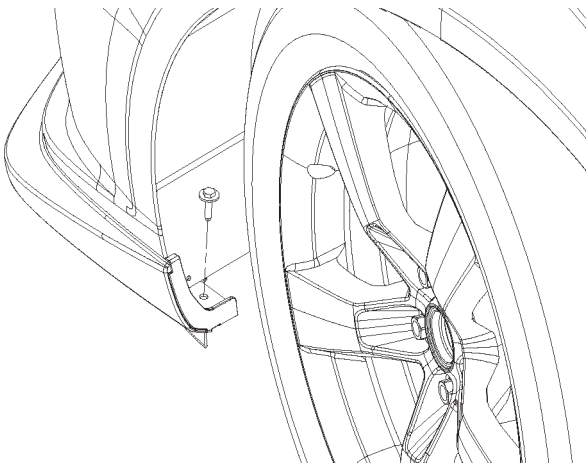

FIGURA 40
17. Introduzca el tornillo en la ubicación de la tuerca en U, en el hueco de la rueda. 1 en cada lado. Aplique torque a 6 pies-lb. (8.13 N.m). Consulte la figura 40.